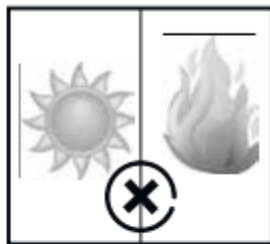

Fig. 2
- Keinen direkten Sonnenstrahlen aussetzen. Wenn auf die Scheiben Sonnenlicht prallt, wird sich das Betriebsmaß des Produkts erhöhen. Dies führt dazu, dass sich die Temperatur der Waren im Inneren erhöhen und somit ein höherer Energieverbrauch verursacht wird. (Abb. 2)